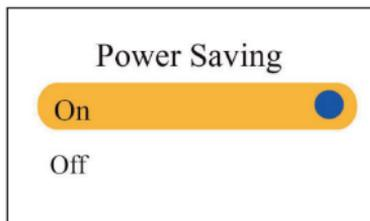

Figura 4.10F Configuración de ahorro de energía
- **Modo ahorro de energía:** Para activar/desactivar el modo ahorro de energía, el valor predeterminado de fábrica es "On", como se muestra en la Figura 4.10F